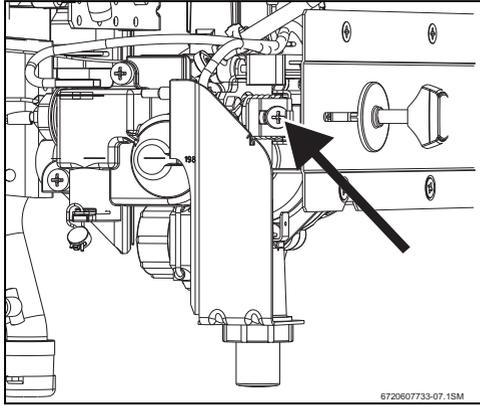

Fig. 13 Tornillo de ajuste de caudal de gas mínimo
- ▶ Utilizando la tuerca de ajuste (Fig. 13) regule la presión hasta alcanzar los valores indicados en la tabla 7.